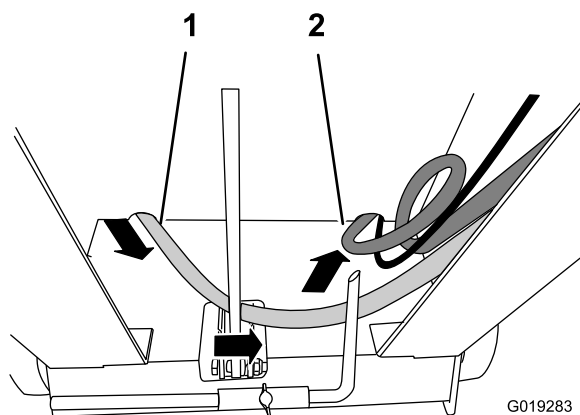

Figure 31
- A. Poussez le flexible d'eau dans l'ouverture dans le coin inférieur avant de la console (Figure 31).
- B. À l'intérieur de la console, poussez le flexible d'eau par l'ouverture dans le coin inférieur avant de la console de l'autre côté (Figure 31).